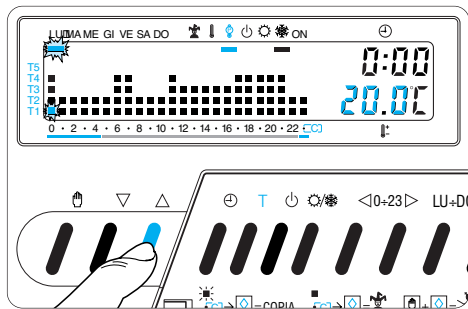

Fig. 36
10.3 - Mediante il pulsante ∇ o \triangle (fig. 36) selezionare il livello di temperatura desiderato; premere quindi il pulsante $0 \div 23 \triangleright$ per passare